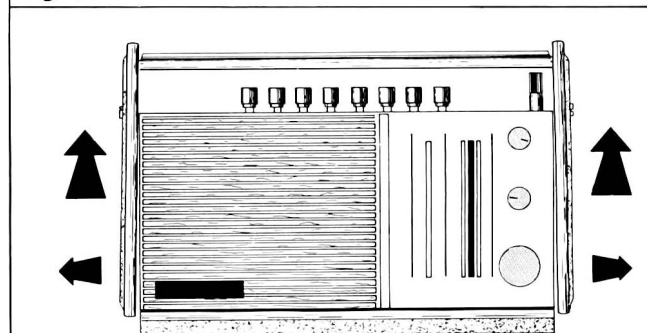

Fig. 3.
- 7) Dégager et retirer l'ensemble cache-clavier et côtés gauche et droit (Fig. 3).